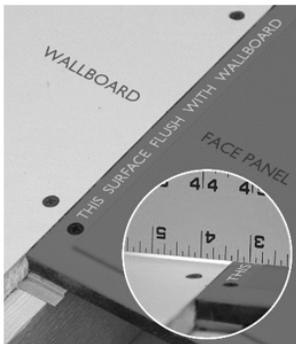

图 4
- 接缝整理完成之前，测试每个扬声器的适合度以检查其是否与周围的墙板对齐是至关重要的。为了正确对齐，扬声器面板的边框式螺丝法兰应与相邻的墙板齐平（见图 4）。这会在接缝胶带上形成一个凹槽，以防止在整理过程中打磨回胶带。